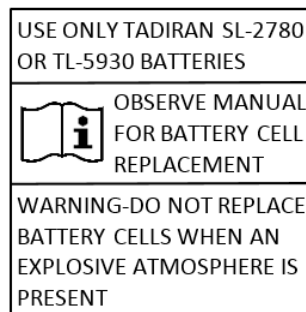

Figure 5-1 : Étiquette d'avertissement du bloc batteries
- conçus pour le remplacement des piles. munis de la plaque telle que décrite à la Figure 5-1. Les blocs batteries qui ne sont pas munis de cette plaque ne peuvent pas être ouverts.